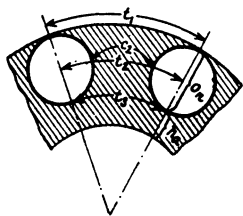

Abb. 240. Runde Läufernut.
C. Runde Nut. Für runde Nuten folgt die Zahnstärke c_2 (s. Abb. 240) an der engsten Stelle aus Formel 144a. Die Nutenweite o_n ist